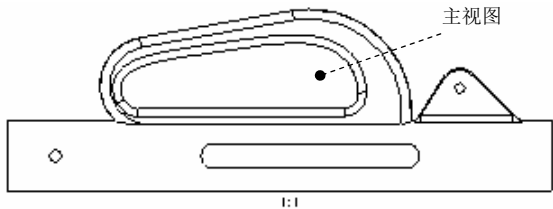
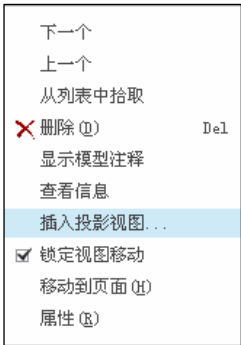

图 10.4.11 投影视图
图 10.4.12 快捷菜单
Step1. 选择图 10.4.11 所示的主视图, 然后右击, 系统弹出图 10.4.12 所示的快捷菜单, 然后选择该快捷菜单中的 **插入投影视图...** 命令。
Step2. 在系统 **选择绘图视图的中心点。** 的提示下, 在图形区的主视图的右部任意选择一点, 系统自动创建左视图, 如图 10.4.11 所示。如果在主视图的左边任意选择一点, 则会产生右视图。